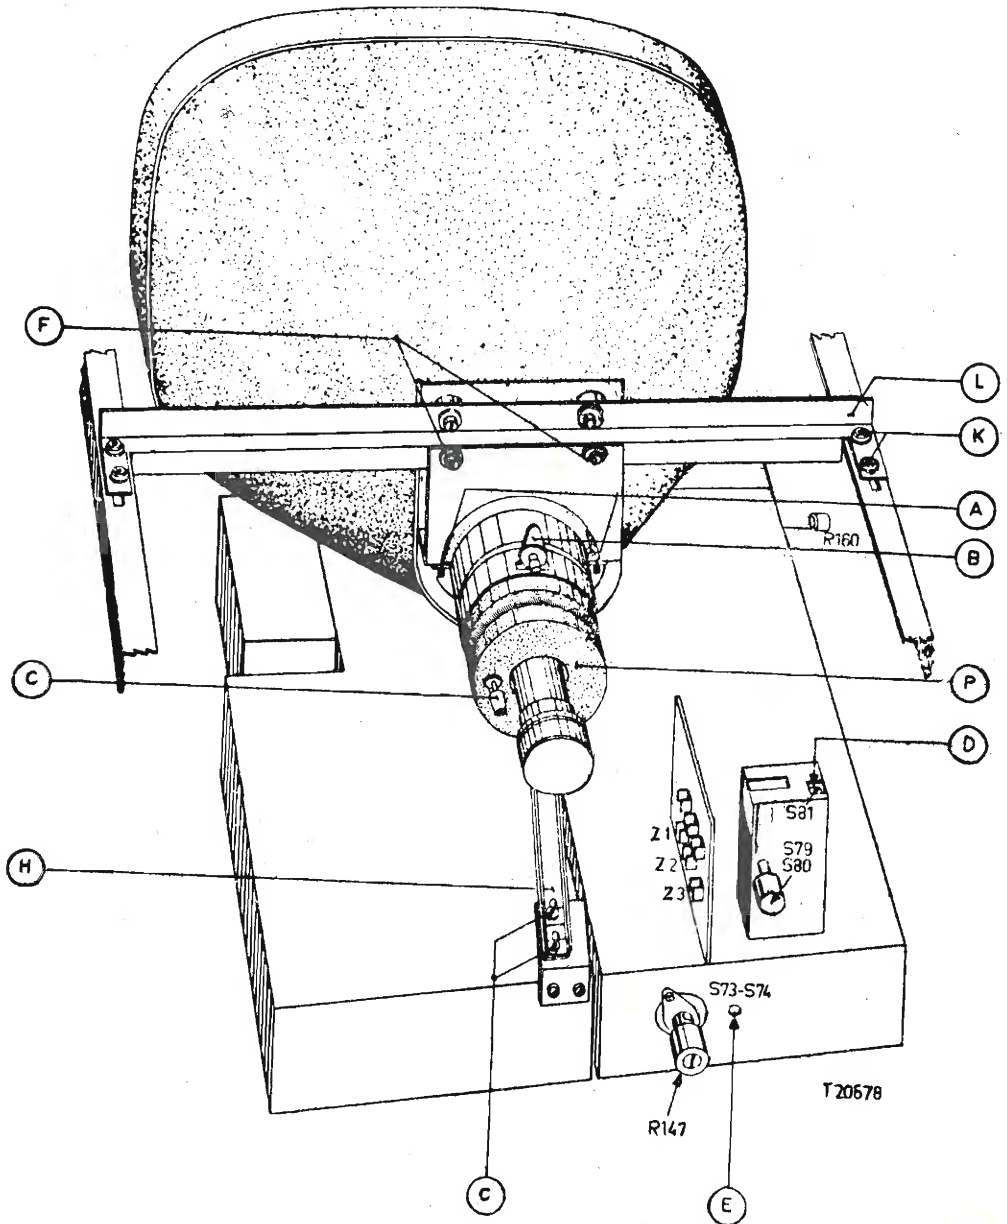

Fig. 7.13. - Posizione degli organi di messa a punto sul tubo catodico dei televisori Philips.
Nel caso che la posizione dell'unità non sia esatta, l'immagine sarà obliqua. Ciò può essere corretto nel modo seguente (fig. 7.13):
Se la direzione del campo magnetico non è esatta, l'immagine non si troverà al centro. Ciò può essere corretto nel seguente modo (v. fig. 7.13):
- 2) allentare la vite B (fig. 7.13), indi spostare l'anello di regolazione alternativamente nei due sensi opposti per modificare la direzione del campo magnetico;